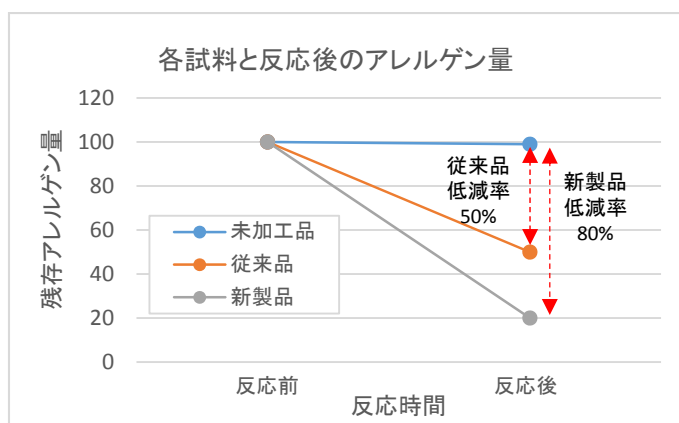

図1.新旧製品のアレルギー不活化効果の比較 結果例
- 製品の抗アレルギー性能を訴求するためのエビデンスを取得したい（図1）。